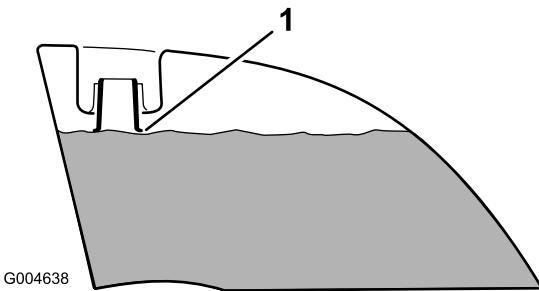

Figura 41
4. Añada combustible a ambos depósitos hasta que el nivel llegue al extremo inferior del cuello de llenado (Figura 41). **No llene demasiado los depósitos.**